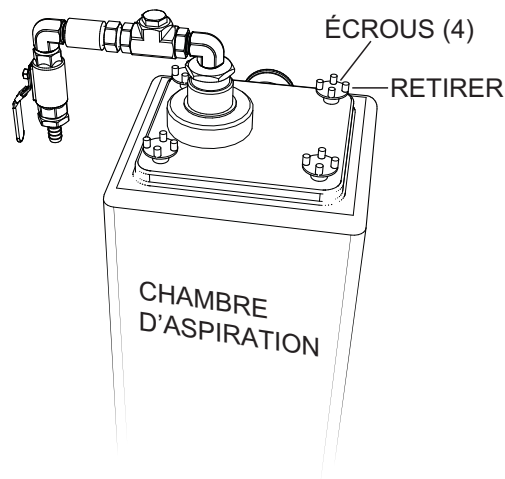

Figure 44. Retrait des écrous
1. Retirez les écrous 4 têtes (figure 44) de la partie supérieure de la chambre d'aspiration.